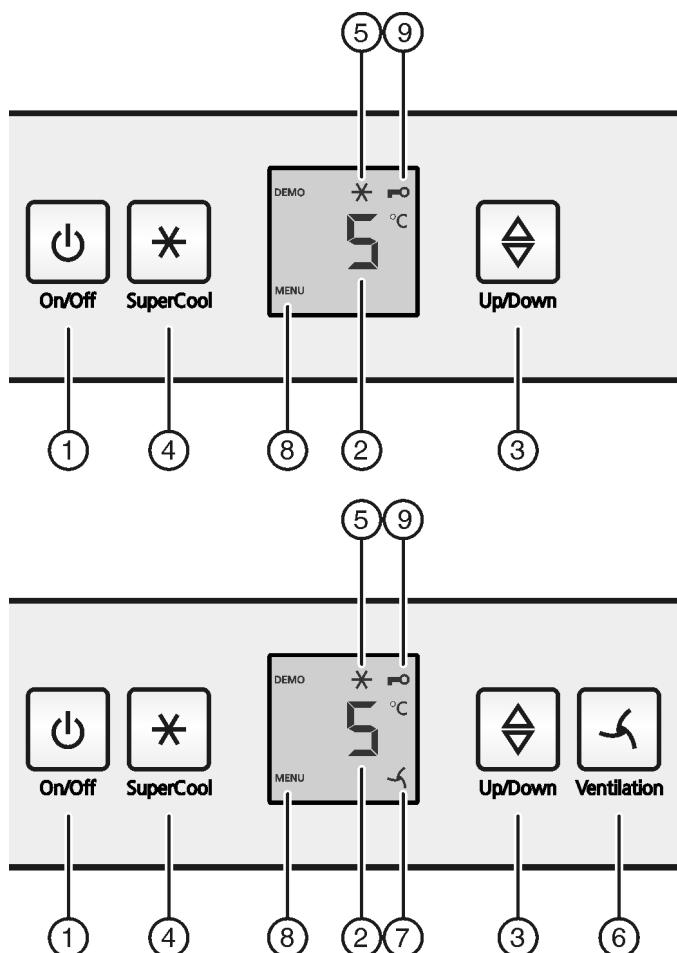

Fig. 2
- Нажать кнопку On/Off Fig. 2 (1).
- Нажмите кнопку «SuperCool» Fig. 2 (4) и удерживайте ее 5 секунд.
- ▷ На индикаторе будет отображаться символ «Меню» Fig. 2 (8).
- Для подтверждения нажать и отпустить кнопку «SuperCool» Fig. 2 (4).
- ▷ На индикаторе горит символ «Защита от детей» Fig. 2 (9).
- Нажать и отпустить кнопку «On/Off» Fig. 2 (1).
- Активация модуля регулировки температуры: нажмите кнопку настройки Fig. 2 (3).
- Температура изменяется с шагом в 1 °C: нажимайте кнопку настройки Fig. 2 (3) до тех пор, пока на индикаторе температуры не будет высвечиваться требуемая температура.
- Коротко нажмите кнопку SuperCool Fig. 2 (4).
- На индикации горит символ SuperCool Fig. 2 (5).
- Символ SuperCool Fig. 2 (5) на индикации гаснет.
- Коротко нажмите кнопку "Вентиляция" Fig. 2 (6).
- Символ Вентиляция Fig. 2 (7) горит.
- Символ Вентиляция Fig. 2 (7) не горит.